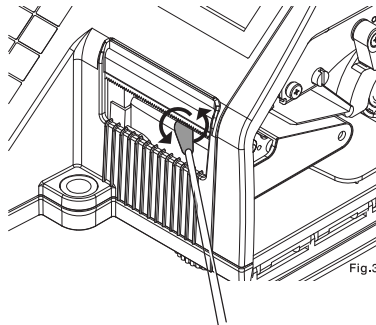

Fig.3
3) 알코올을 적신 면봉 또는 헝겍으로 프린터 헤드부분을 fig 3.와 같이 골고루 닦아준다.
4) fig.3 처럼 TPH 레버를 시계 방향으로 돌린 후 커버를 닫는다.